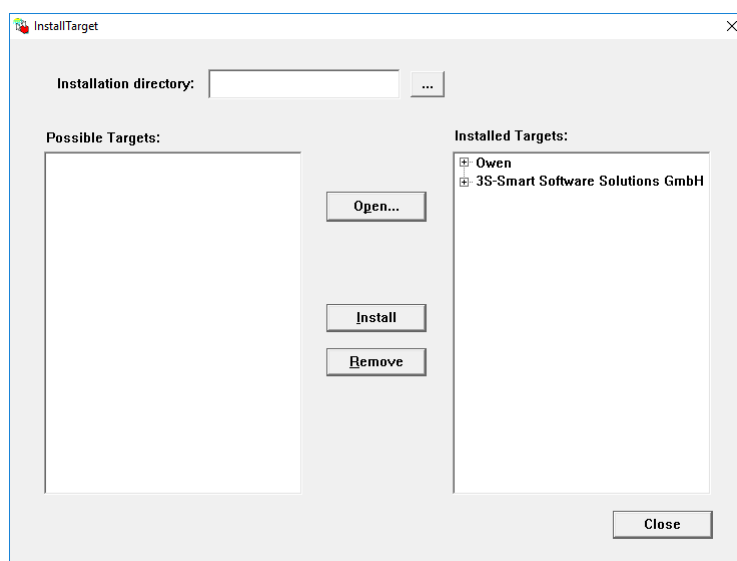

Рисунок 5.1 – Окно утилиты «InstallTarget»
2. В открывшемся окне утилиты (см. рисунок 5.1) нажать кнопку «Open...» (Открыть).